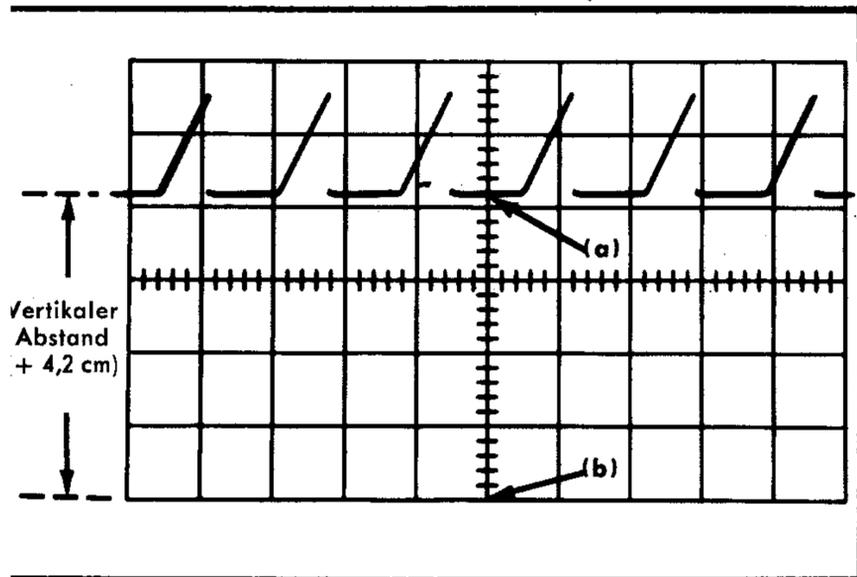

Bild 3-2 Messung des Momentanwerts einer Spannung bezogen auf eine Referenzspannung.
3. Mit dem Eingangswähler INPUT SELECTOR von Kanal 1 auf GND wird die Lage des Strahls (mit dem Regler POSITION von Kanal 1) mit einer der horizontalen Rasterlinien wie z. B. (b) in Bild 3-2 zur Deckung gebracht. Diese
7. Der vertikale Abstand in Zentimeter wird von der Masse-(Null-)Bezugslinie, in Schritt 3 festgelegt, zum Punkt auf dem Signal, der gemessen werden soll, wie beispielsweise zwischen (a) und (b) in Bild 3-2, gemessen. Steht der Polaritätsschalter PULL FOR INVERT in Stellung NORM, und der Punkt auf dem Signal befindet sich über der Referenzlinie, so zeigt dies eine positive (+) Polarität an. Befindet sich der Punkt unterhalb der Linie, so ist die Polarität negativ (—). Steht der Schalter PULL FOR INVERT in Stellung INVERT, so sind die angezeigten Polaritäten umgekehrt.
8. Die gemessene Distanz wird mit dem Einstellwert des Schalters VOLTS/CM und dem Abschwächerfaktor, wenn vorhanden, des Tastkopfs multipliziert. Dies ist der Momentanwert des Gleichspannungspegels am gemessenen Punkt. Mit dem Eingangsabschwächer VOLTS/CM in Stellung 2 und dem Polaritätsschalter PULL FOR INVERT in Stellung NORM wird unter Verwendung eines 10fachen Abschwächertastkopfs z. B. eine vertikale Auslenkung von 4,2 cm von der Referenzlinie aus gemessen (siehe Bild 3-2). Diese Werte werden in folgende Formel eingesetzt: